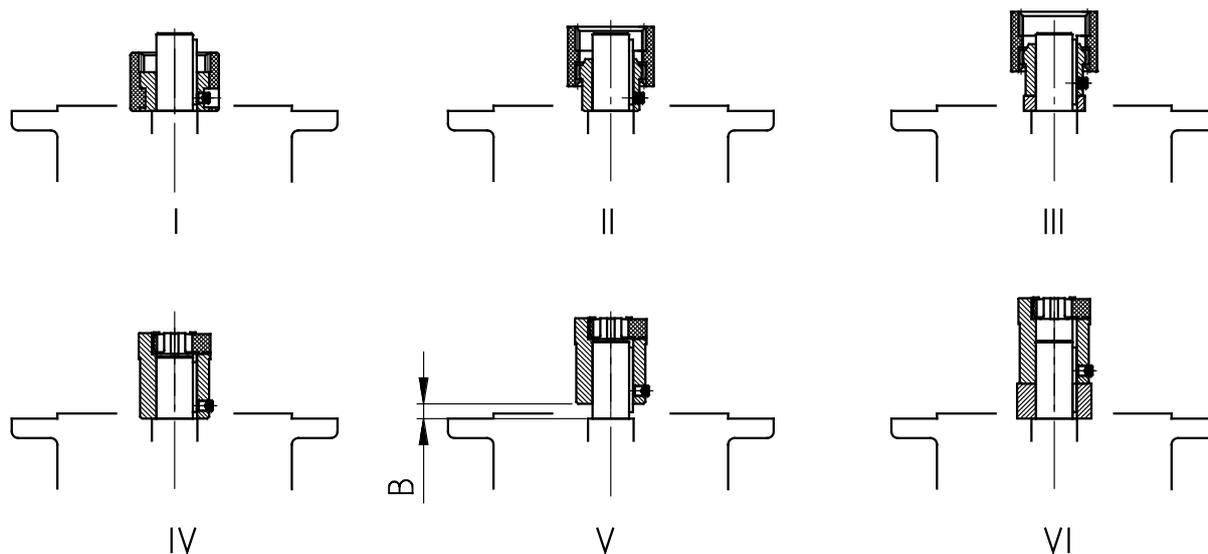

Abbildung 19: Montage der Kupplung auf die Motorwelle bei verschiedenen Kupplungsbauarten
3. Die Kupplungsnabe auf die Motorwelle gemäß Angaben des Motorherstellers bis zum Anschlagen an den Bund aufziehen. Eventuell sind beiliegende Distanzbuchsen bei den Motorbaugrößen 90, 160, 180 und 225 zwischen Kupplungsnabe und Bund zu legen. Bei Standard-Stirnradgetrieben ist das Maß B zwischen Kupplungsnabe und Bund zu beachten (siehe "Abbildung 19"). Bei einigen **NEMA-Adaptern** ist die Position der Kupplung gemäß der Angabe auf dem angebrachten Klebeschild einzustellen.